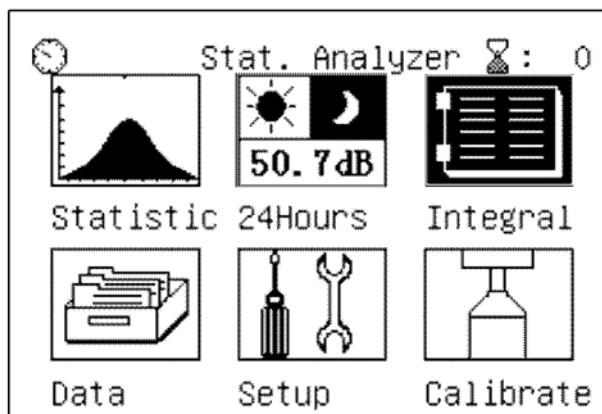

Fig. 19: Selezione analisi Integral
1. Selezionare con i tasti "◀" o "▶" l'icona "Integral" (vedere Fig. 19) e confermare con "↵"